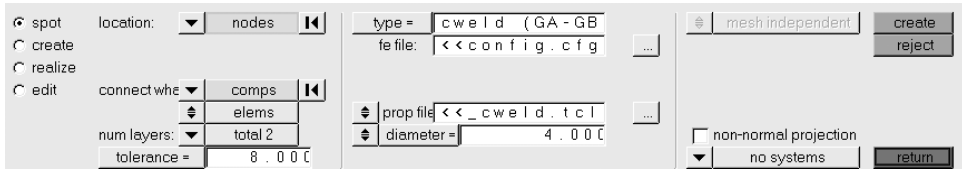

图 7-109 参数设置
(6) 同前面创建连接单元一样，进入 connectors 面板，选择 spots。单击 nodes，选择 by collector，选择 stringer_skin_points，选择 Connect what 为 comps，选择 skin 与 stringer，在 tolerance 中输入 8，选择 type 为 cweld(GA - GB ELEMID)，如图 7-109 所示。